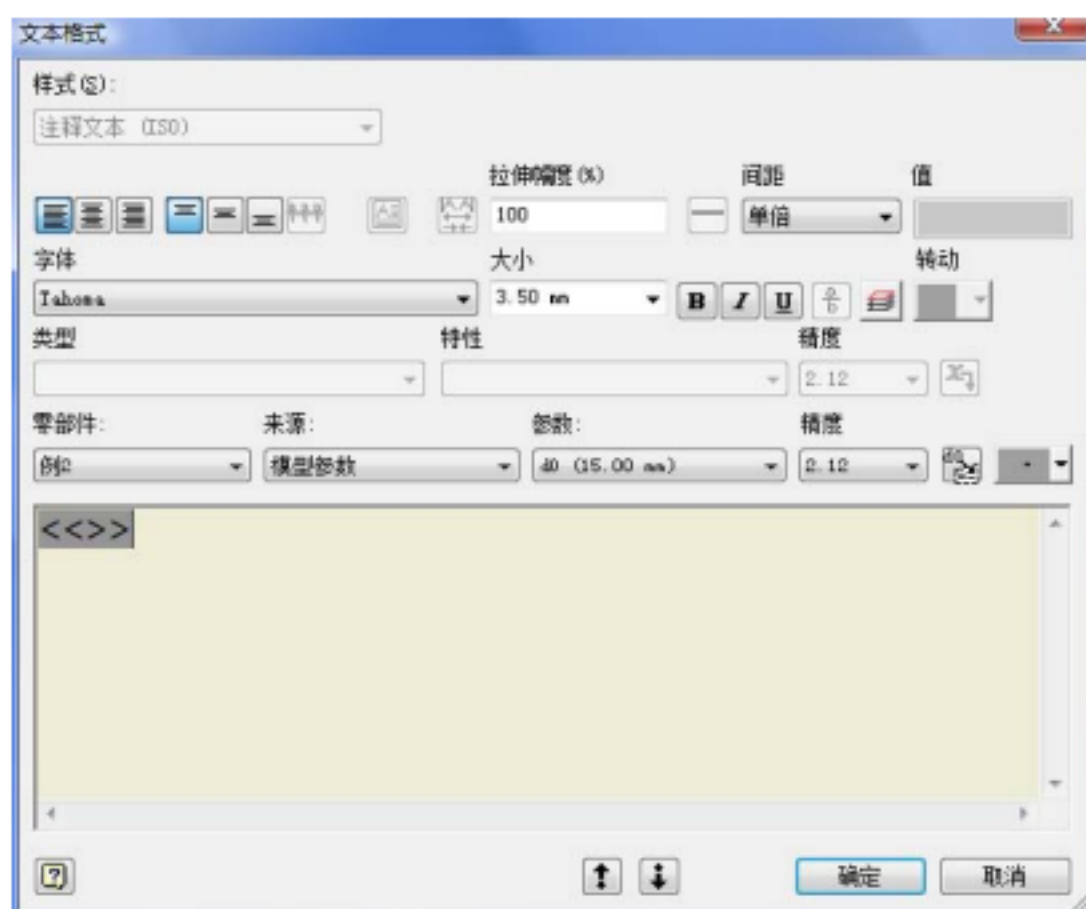

图5-37 “文本格式”对话框
① 修改尺寸文本 选择尺寸，单击鼠标右键，在右键快捷菜单中选择“文本”，如图5-37所示。对文本进行编辑。